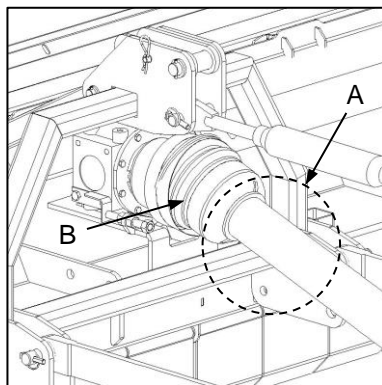

Fig. 5
- ✔ Following installation of the PTO shaft, lift the implement to an acceptable transport height and ensure that there is no contact between the PTO shaft and any part of the implement (Fig. 5-A).
- ✔ Ensure that universal joint operating angles (Fig. 5-B) are not exceeded, and that over-compression or over-extension of the PTO shaft is avoided.
- ✔ Na installering van die kragaftakkeras moet die implement tot 'n aanvaarbare vervoerhoogte gelig word en verseker word dat daar geen kontak tussen die kragaftakkeras en enige deel van die implement is nie (Fig. 5-A).
- ✔ Verseker dat kruiskoppelingwerkshoeke (Fig. 5-B) nie oorskry word nie en dat oorkompressie of oorverlenging van die kragaftakkeras vermy word.